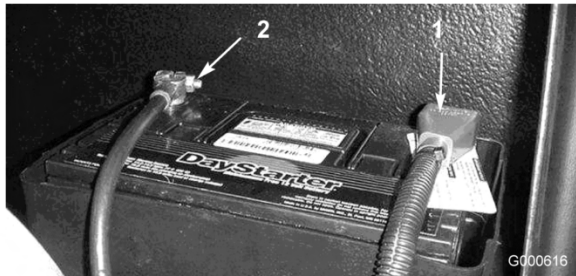

図 40
5. 赤い (+) ケーブルをバッテリーの (+) 端子に、黒いケーブル (-) はバッテリーの (-) 端子に固定する (図 40) ケーブルはキャップスクリューとナットで各電極に確実に固定すること。プラス端子が電極に十分にはまり込んでいること、ケーブルの配線に無